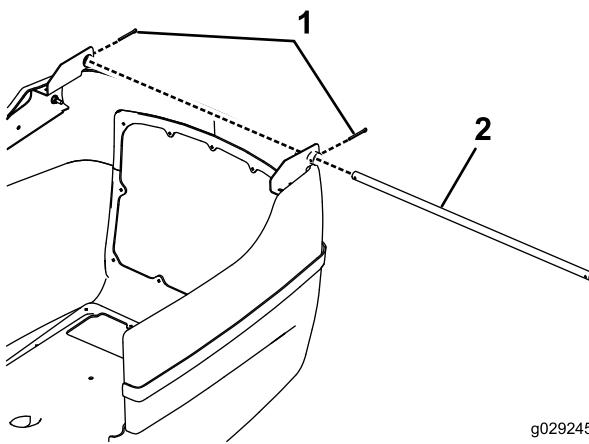

Bild 2
6. Montieren Sie die neue Gelenkwelle (Bild 2).